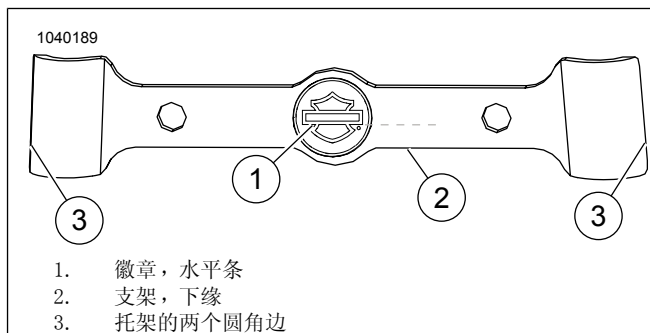

图3。徽章对准
- 参见图3。支架(3)两侧不对称。顶部的宽度比底部的宽度窄。
- 参见图3。将徽章上的水平条(1)对准支架下缘(2)。两者必须互相平行。
3. 参见图3。从支架(3)的左侧和右侧拆下粘合剂背衬。